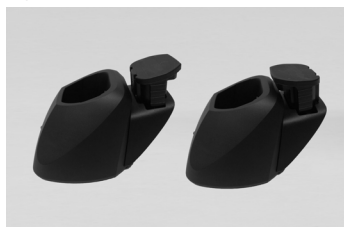

Fig. 25
1. Colocar a bateria como ilustrado (Fig. 25) com os contactos para baixo. São possíveis ambas as orientações de colocação.